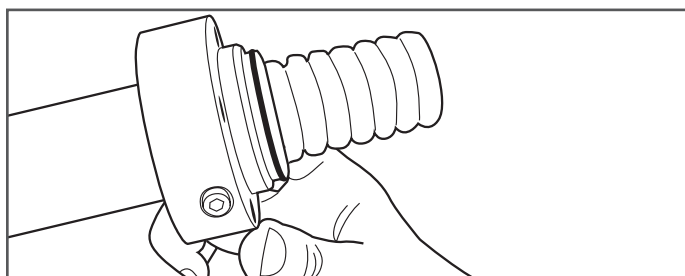

Figure 7-16
17. Préparez la tuyauterie DoubleTrac® pour la coupe finale. Glissez la section centrale du raccord sur le tuyau DoubleTrac® jusqu'au bout (Figure 7-16).